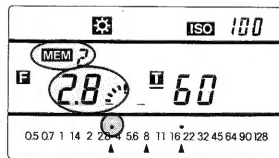

図50
2. 被写体の再現したいシャドウ部を測定してメモリーします。(図50)